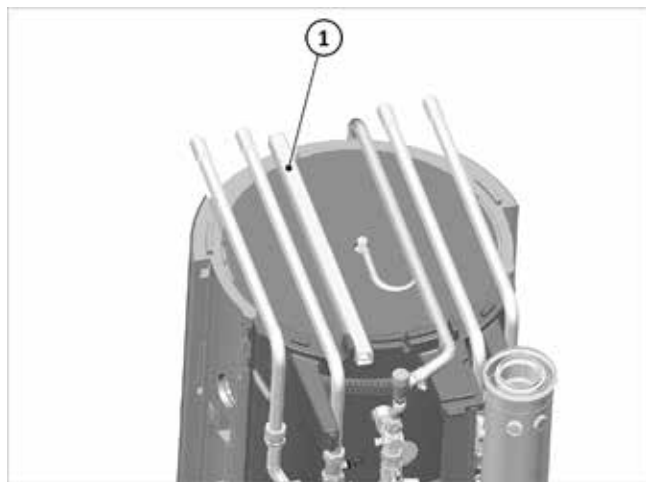

Fig. 98 : goulotte de câble
1. Faire sortir le câble Modbus du boîtier de raccordement à travers la goulotte de câble ➔ fig. 98 (1) dans la zone du couvercle.